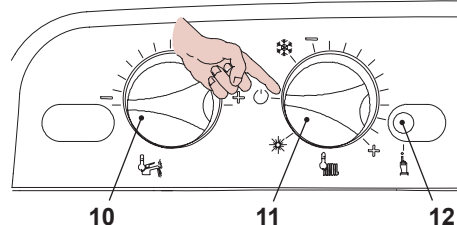

Рисунок 7.12
- Выключите котел, установив выключатель 11 в положение "⏻" Рисунок 7.12.